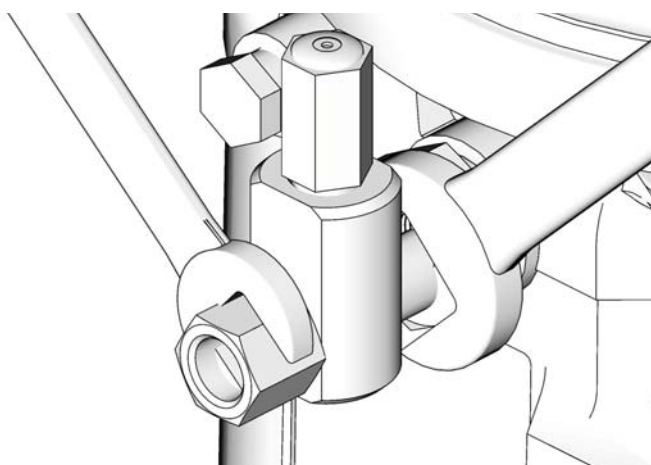

FIG. 11
- Desserrez le raccord d'élément de pompe (FIG. 11).
- Serrez le raccord d'élément de pompe à l'aide de deux clés travaillant dans des directions opposées (FIG. 11).